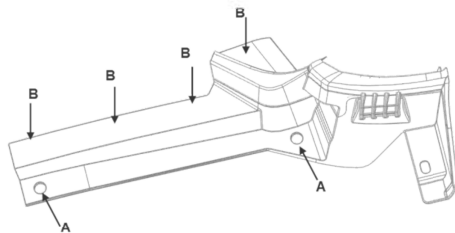

图 3-3-1 通风盖板左/右封皮拆卸示意图
(1) 用十字螺丝刀将子母扣拆卸(如下图 3-3-1 所示位置, 共 5 个);
(2) 将通风盖板沿着前挡风玻璃下沿拉出, 即可完成通风盖板的拆卸。